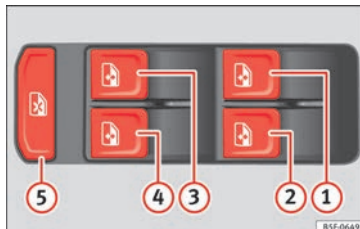

Fig. 130 Detalle de la puerta del conductor: mandos para las ventanillas.
Pulsando la tecla de seguridad » **fig. 130 ⑤** puede desactivar los mandos en las puertas traseras. Volviendo a presionar la tecla de seguridad ⑤ se reactivarán los mandos de las puertas traseras.